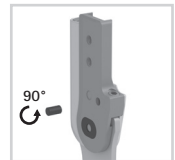

Fig. 19
- 7 Tournez la partie usée de la goupille de sécurité d'environ 90° (Fig. 19).